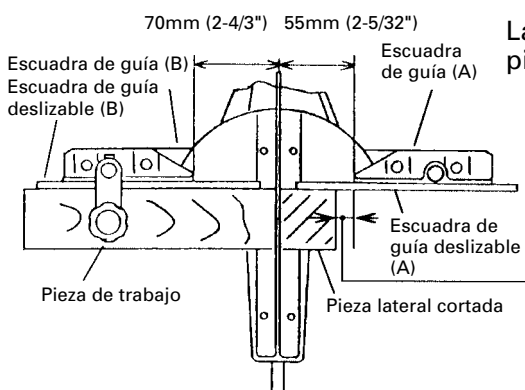

Fig. 18
Las escuadras de guía deslizables (A) y (B) sirven para estabilizar piezas de trabajo pequeñas como se muestra en la Fig. 18.